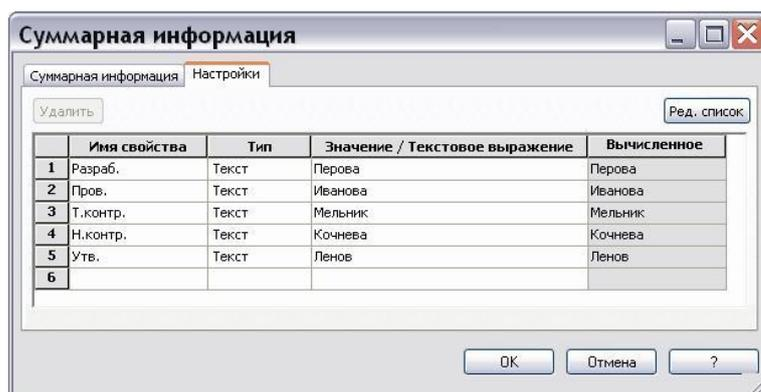

Рис. 61
4. Введите необходимые свойства документа, их типы и значения, например, показанные на Рис. 61. В столбце Имя свойства не должно быть имён Наименование,
- При изменении значения свойства документа в окне Суммарная информация (Рис. 61) текст заметки основной надписи автоматически изменится.